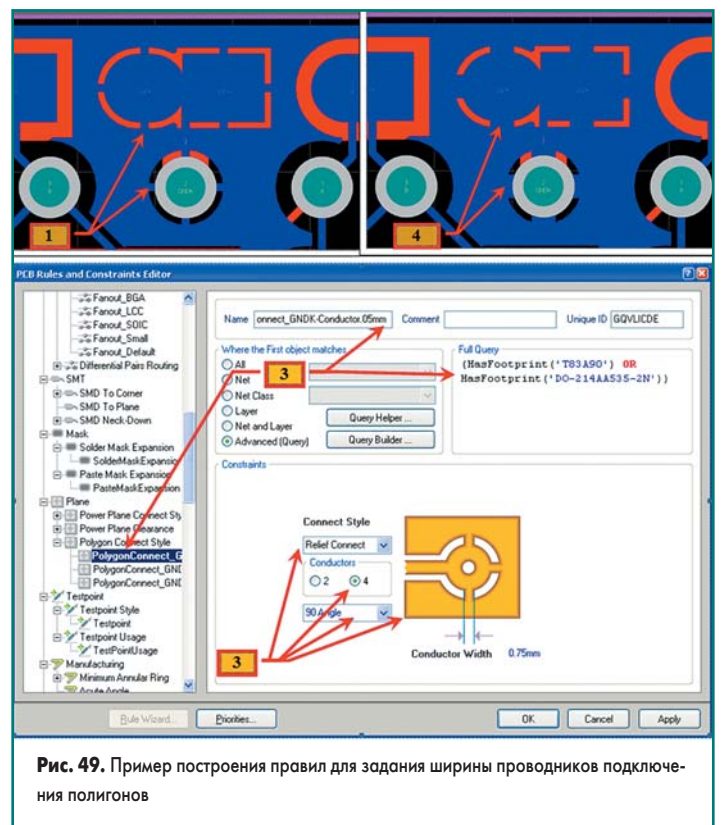

Рис. 49. Пример построения правил для задания ширины проводников подключения полигонов
• **Правило PolygonConnect_GNDK-Conductor. 05mm** для подключения полигона корпусной «земли» к контактным площадкам элементов защиты (рис. 49). Это правило